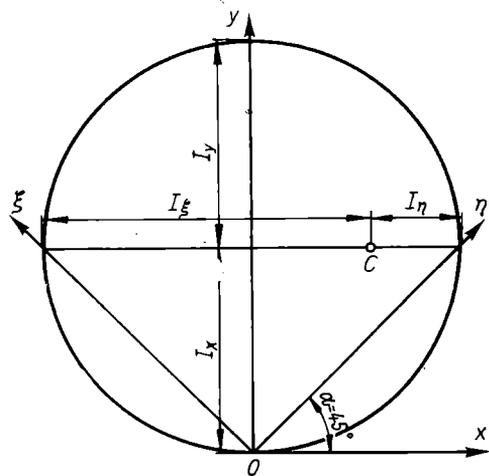

Bild 91
Lösung: a) Rechnerisch: Die Achse x bildet mit der Achse ξ einen Winkel von $\alpha = 45^\circ$ (Bild 91). Somit ist:
b) Graphisch: Man zeichnet einen Kreis (Bild 91) mit dem Durchmesser